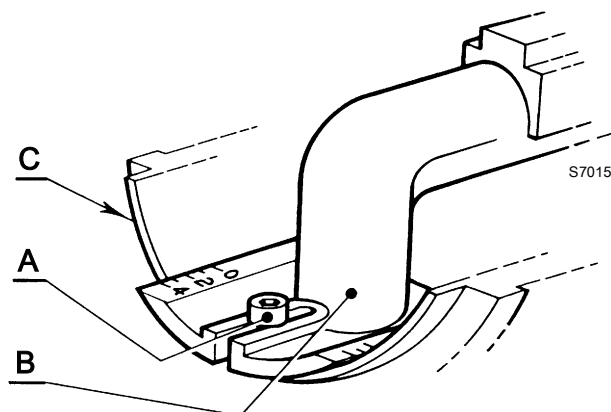

图 12
- ▶ 拧松螺钉 A) (图 12)，取下弯管 B)，以使联轴器 (C) 的后板与设置点重合；